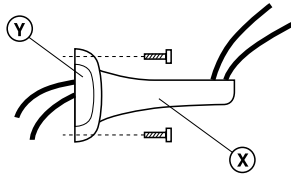

Fig. 1
1. Passer les câbles à l'intérieur du support (X); éventuellement enlever une des deux parties latérales (Y) (Fig. 1).
2. Fixer le support (X) dans la position désirée à l'aide de vis avec diamètre 8mm munies de tampons appropriés (Fig. 1).